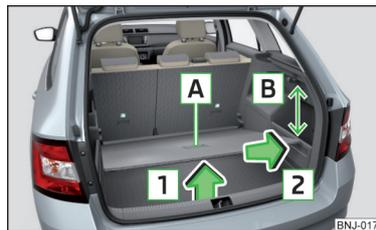

Fig. 93 Extraction du plancher de chargement variable
- Saisir le plancher de chargement variable par la poignée **A** » fig. 93.
- Saisir le plancher de chargement variable à la poignée **A** » fig. 93.
- Lors de l'extraction ou du réglage du plancher de chargement variable, maintenir l'écart sous le bord du couvre-bagages enroulable de 15 cm **B** » fig. 93 - risque d'endommagement de l'étanchéité du capot du coffre à bagages.